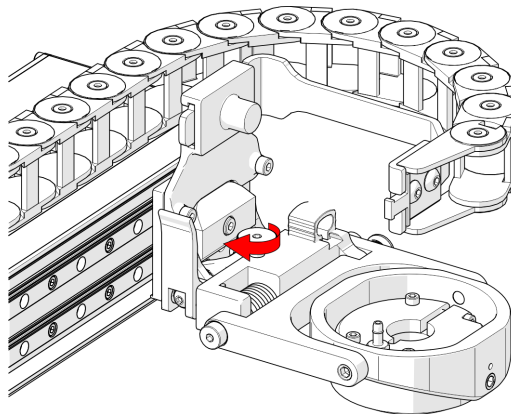

Abbildung 2-39 Festziehen des Knopfes
5. Ziehen Sie den Einstellknopf des Prüfkopfhalters fest (siehe Abbildung 2-39 auf Seite 75).